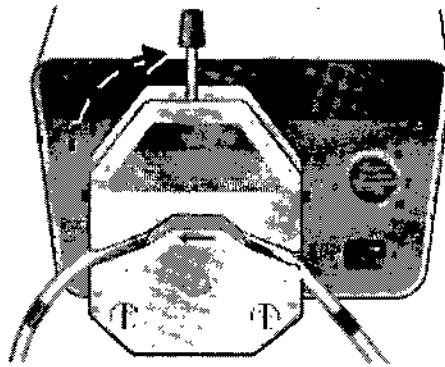
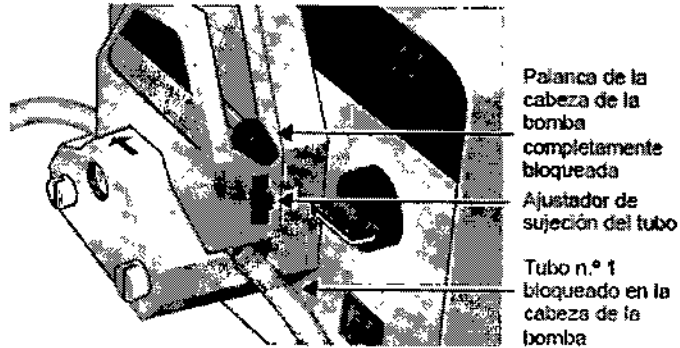

Fig 13. Bloqueo de la palanca de la cabeza de la bomba
Fig 14. Palanca de la cabeza de la bomba en la posición de bloqueo completo
12. Mueva la palanca de la cabeza de la bomba *en el sentido de las agujas del reloj* hasta la posición de bloqueo completo (Fig. 13 y Fig. 14).
Una vez haya finalizado, asegúrese de que el tubo esté firmemente sujeto (Fig. 14), pero no pellizcado ni alineado incorrectamente (tal y como muestra el ejemplo de la Fig. 15).
IMPORTANTE: Las sujeciones de los tubos no suelen necesitar reajustes al cambiar el tubo, por lo que no es necesario mover los reguladores de sujeción de los tubos hacia *arriba* o hacia *abajo*. Los reguladores deberían permanecer en su sitio, a medio camino desde la parte superior (Fig. 14).